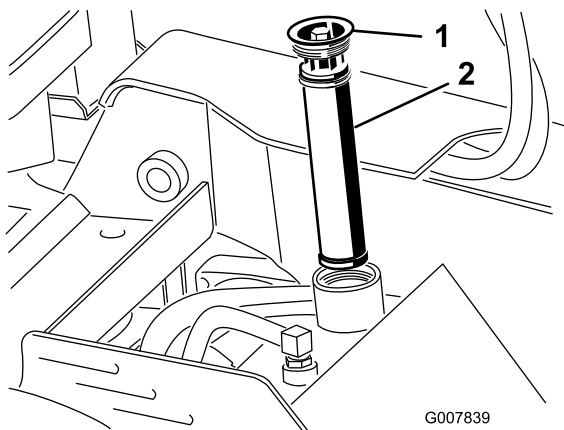

Figura 56
- Curăți zona din jurul buonului de umplere al rezervorului hidraulic i îndepărtați capacul i filtrul de la buon folosind un racord tubular (Figura 56).
- Îndepărtați capacul buonului rezervorului hidraulic i filtrul (Figura 56).
10. Montați filtrul hidraulic i capacul filtrului (Figura 56) i strângeți urubul de deasupra la un cuplu de 13 – 15,5 N m.